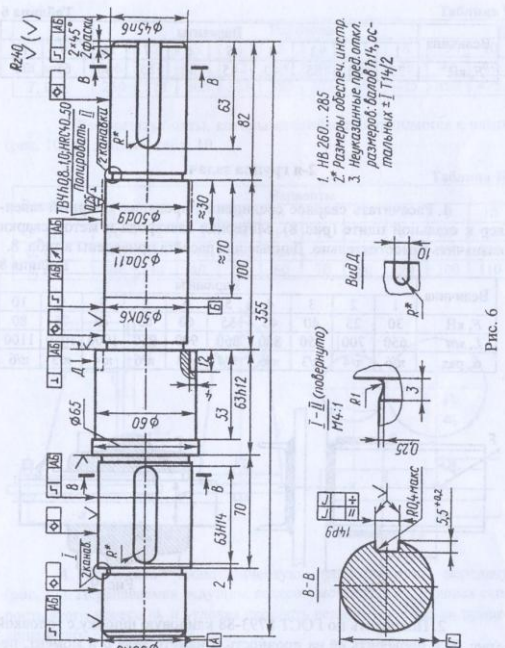

Рис. 6
6. По данным предыдущей задачи 5 рассчитать вал червячного колеса редуктора (рис. 5) и подобрать для него по ГОСТ подшипники качения. Расстояние между подшипниками вала принять конструктивно. Недостающими данными задаться. Привести рабочий эскиз вала (пример конструкции вала показан на рис. 6).
Выходной вал коробки скоростей соединяется со следующим валом посредством зубчатой муфты. Привести рабочий эскиз вала (см. рис. 6).
6. По данным предыдущей задачи 5 рассчитать вал червячного колеса редуктора (рис. 18) и подобрать для него по ГОСТ подшипники качения. Расстояние между подшипниками выбрать конструктивно. Вал колеса соединяется с валом барабана посредством муфты. Привести рабочий эскиз вала (см. рис. 6).